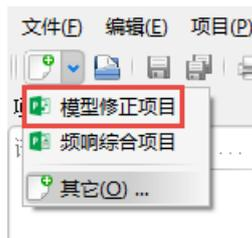

图 1.2 模型修正快捷选项
点击菜单栏“文件 (F)”下方的“新建”，或者直接点击工具栏的新建按钮，即可看到“模型修正项目”选项，如图 1.2 所示。以后便可以通过这个快捷选项来创建模型修正的工程。